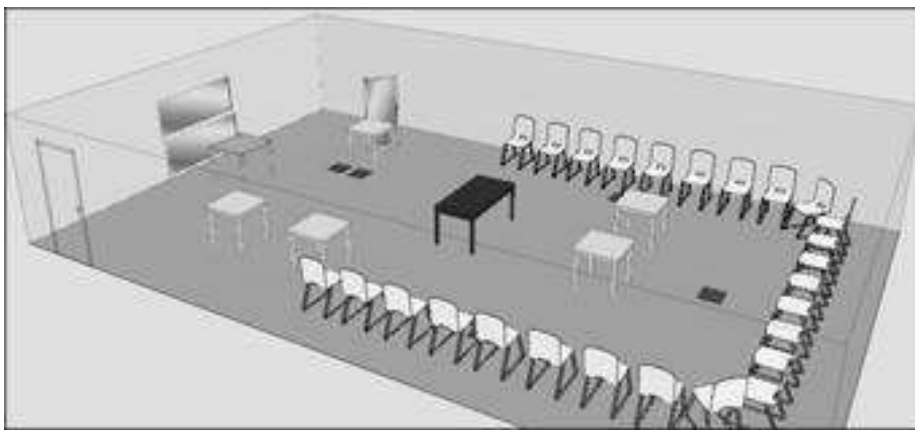

Figura 2 Layout inicial de “El avión de la Muda” en 3D
3. El área de trabajo debe organizarse de acuerdo a la Figura 2 Layout inicial de “El avión de la Muda” Fuentes Fuente: (Pérez, 2011).